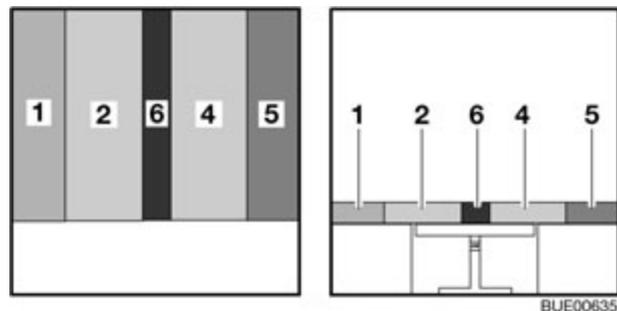

Fig. 103 Après la transformation
- Placer le coussin supplémentaire (Fig. 103,6) entre les coussins d'assise (Fig. 103,2 et 4).